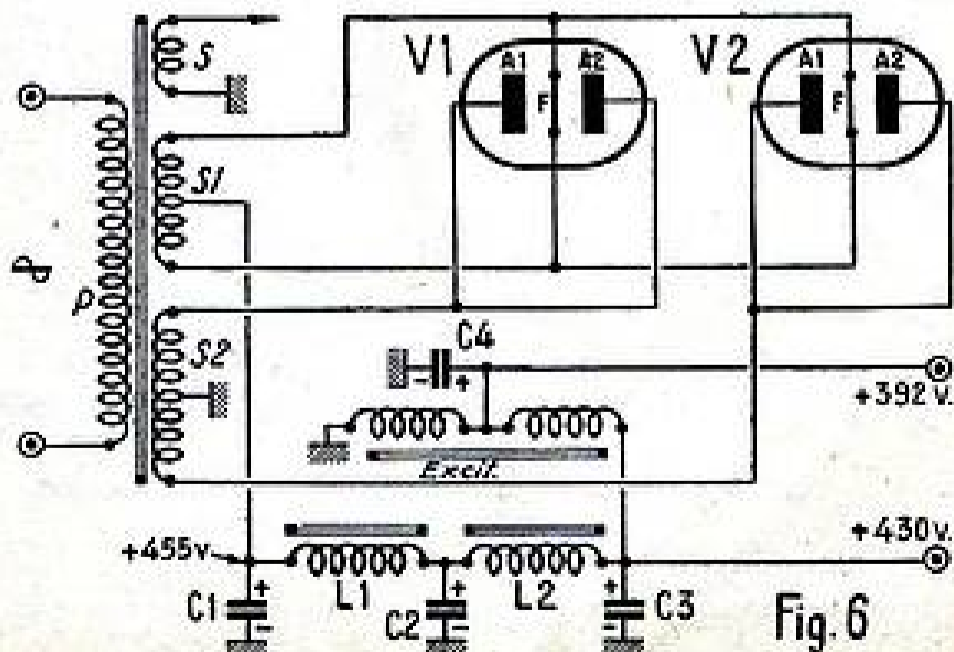

Fig. 6
Nous donnons figure 6 le schéma de l'alimentation plaque du SILVER MASTERPIECE VI américain.
b) Des désaxages des pivots. (fig. 6.)